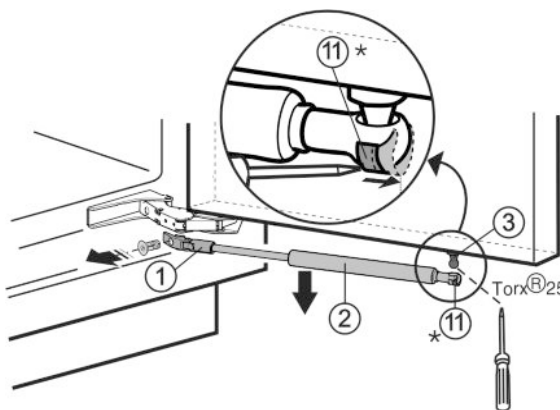

Fig. 1
- ▶ Sprężynę napinającą Fig. 1 (11) przesunąć do tyłu śrubokrętem.*
- ▶ Zdjąć amortyzator zamknięcia Fig. 1 (2) w dół.
- ▶ Odkręcić uchwyt Fig. 1 (1).
- ▶ Odkręcić czop kulisty Fig. 1 (3) (Torx® 25).